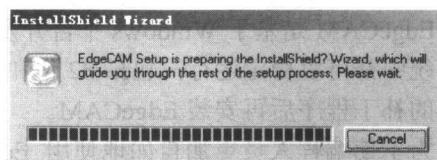

图 1.2 启动安装向导
- (1) 选择【Install EdgeCAM(安装 EdgeCAM)】选项，在打开的对话框中选择【Start the installation(开始安装)】选项。
- (2) 系统检测安装环境、读取文件注册表内容，并且准备启动安装向导，如图 1.2 所示。